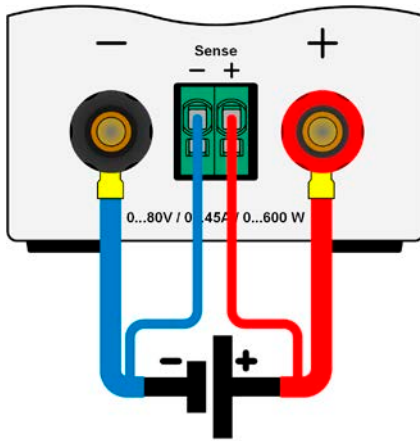

Bild 6 - Prinzip der Fernfühlungsverdrahtung
- Die Fernführung ist nur im Konstantspannungsbetrieb (CV) wirksam und der Fernführungsanschluß sollte möglichst nur solange angeschlossen bleiben, wie CV benutzt wird, weil die Schwingneigung des Systems durch Verbinden der Fernführung generell erhöht wird.
- (+) Sense darf nur am (+) der Quelle und (-) Sense nur am (-) der Quelle angeschlossen werden. Ansonsten könnte die elektronische Last beschädigt werden. Siehe auch *Bild 6*.